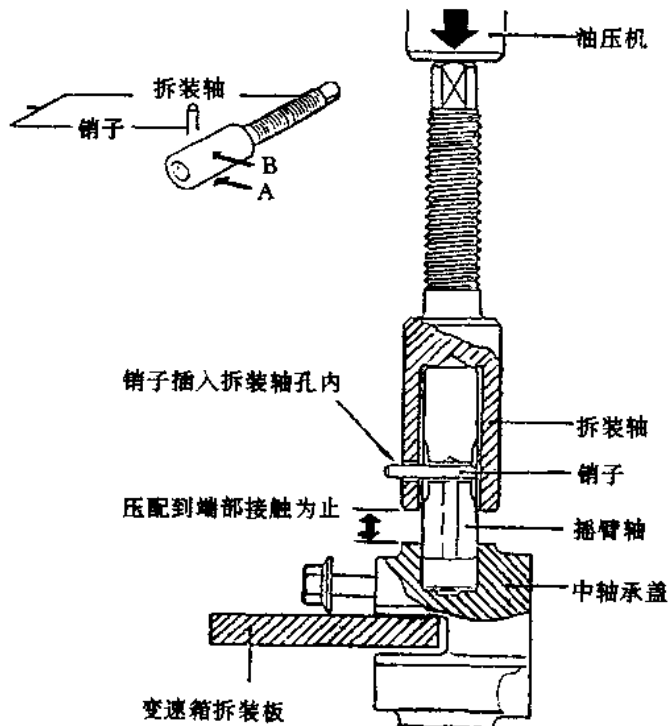

图 1-16
3. 使用专用摇臂轴拆装工具压入摇臂轴，如图 1-16 所示，必须将专用工具的销插入 B 孔中，不得插在 A 孔中，压入摇臂轴时，标有 * 标记的油孔（即 A 孔）应朝向凸轮轴中轴承盖，标有★标记的油孔应保证垂直，以确保各油孔的通畅。